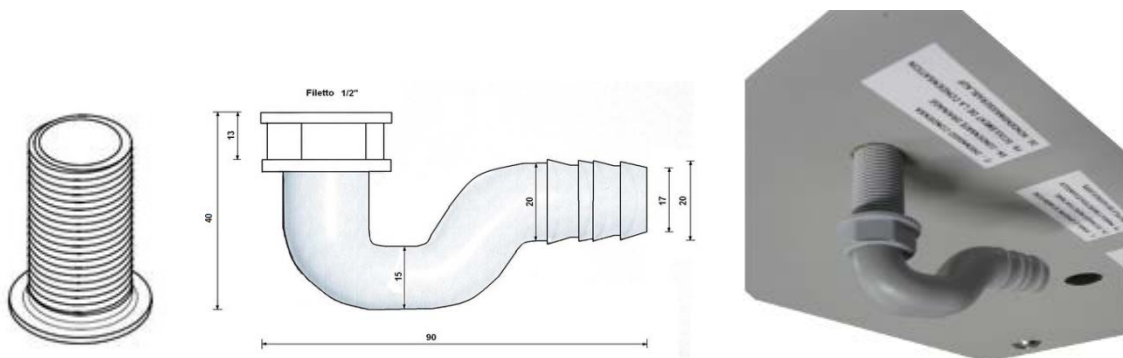
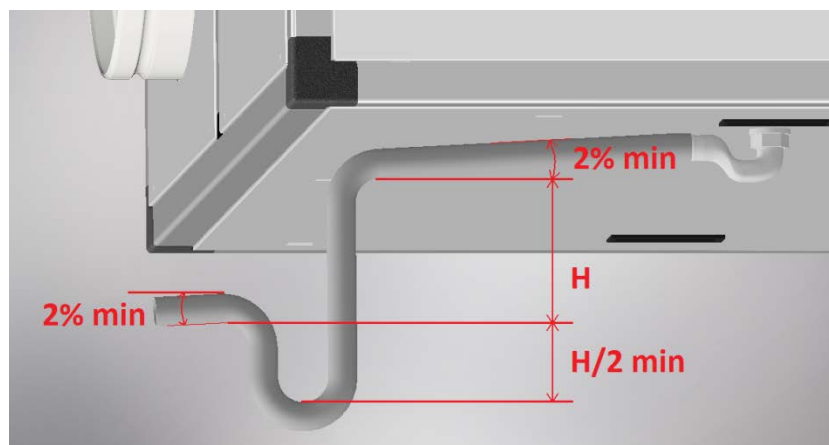

Figura 2 - Immagine del kit di scarico condensa e foto del montaggio sull'unità (è possibile tagliare il tubetto filettato a misura in modo che sporga meno)
Figura 3 - Altezza del sifone di scarico condensa ($H + H/2 + \varnothing\text{tubo}$), valore H riportato nella tabella Specifiche tecniche a pag. 13
- Installare un adeguato sifone di scarico condensa il più vicino possibile all'unità: per alcune unità, in dotazione è fornito un piccolo sifone (vedi Figura 2), il quale ha più una funzione di raccordo che di sifone vero e proprio. Infatti per evitare il risucchio d'aria e quindi il corretto scarico della condensa, è necessario installare/realizzare un sifone con altezza minima come indicato in Figura 3 e nella tabella Specifiche tecniche a pag. 13; l'altezza (H) minima è calcolata tenendo conto delle condizioni di lavoro standard dell'unità, mentre l'altezza ottimale considera la prevalenza totale del ventilatore (quindi permette un corretto scarico condensa in qualsiasi condizione).